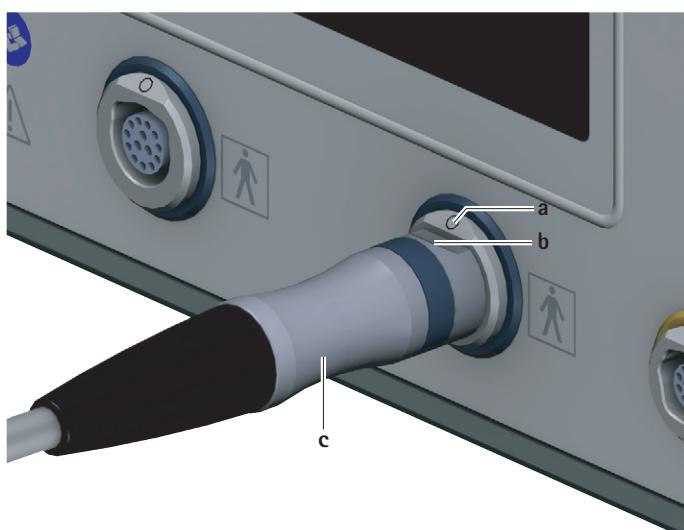

Fig. 3 Ligar cabo de motor
- Alinhar a ficha da unidade de controlo **c** no cabo de motor de tal forma que a marcação **b** na ficha coincida com a marcação **a** na tomada de ligação da unidade de aplicação **7**, ver Fig. 3.
- Retirar o cabo de motor na ficha para a unidade de controlo **c** da tomada de ligação para unidades de aplicação **7**, ver Fig. 3.